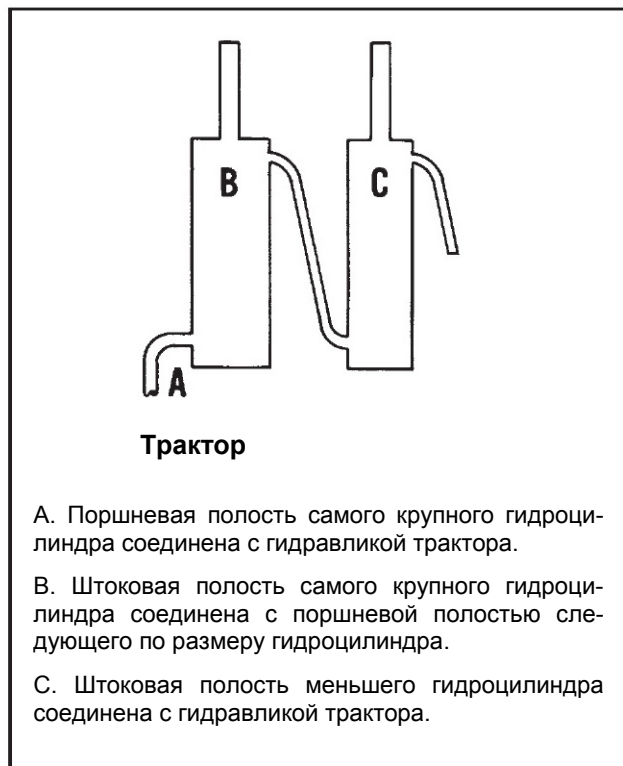

Рисунок 4
1. Проверьте размер, местоположение и последовательность работы гидроцилиндров (Рис. 4).